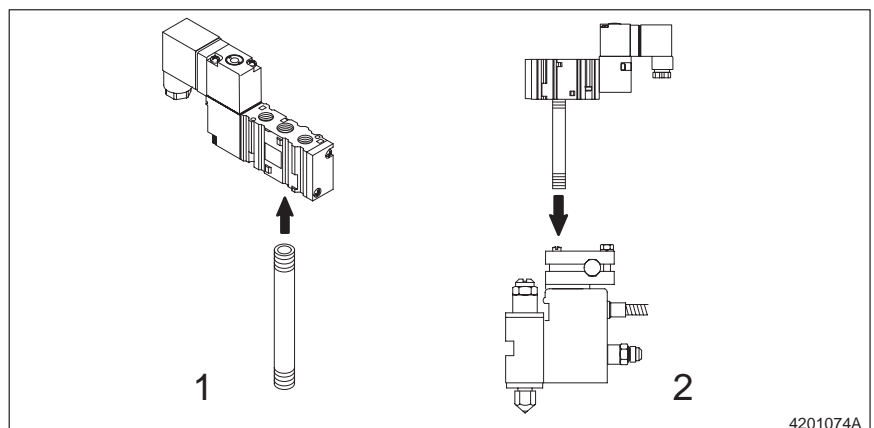

Fig. 3-5 Raccordement d'une électrovanne à un pistolet H-200
2. Consulter la figure 3-5. Relier une des extrémités du tube fileté (1) à une électrovanne.
3. Relier l'autre extrémité du tube fileté à l'orifice d'entrée d'air du corps du pistolet (2).